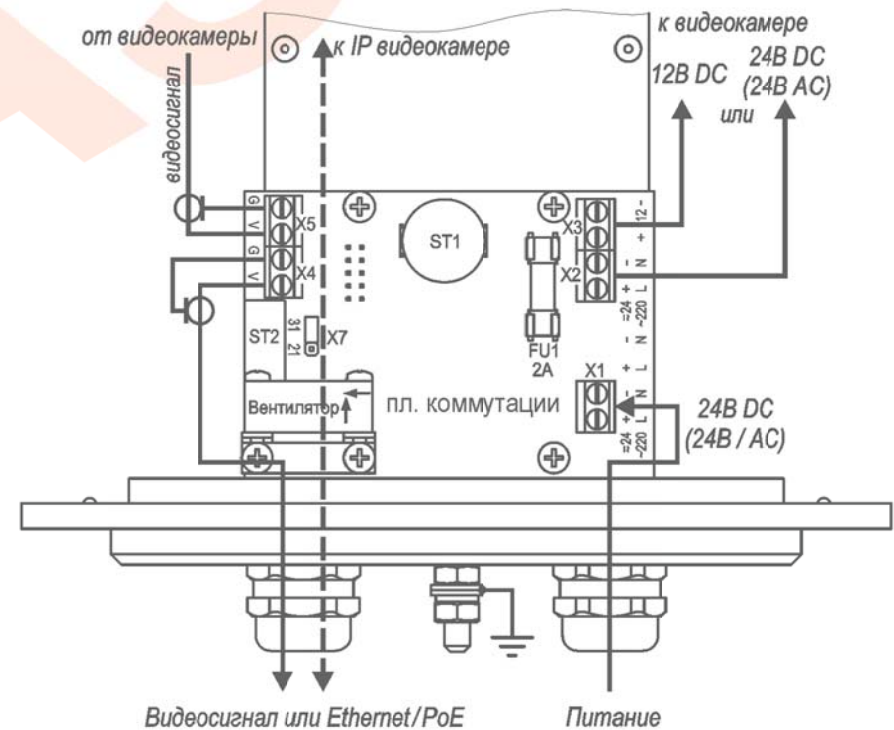

Рис.2 Подключение ТГБ-11-24/12(24); ~24/12(~24)
Предприятием изготовителем джампер X7 установлен в положение «31» - мощность обогрева 46 Вт, для изменения мощности на 36 Вт джампер X7 необходимо переставить в положение «21» (см. рис.2 и 3).
4. Подсоединить видеокамеру к контактам платы коммутации в соответствии со схемой подключения (рис.2 или 3).
5. Ввести через гермовводы внешние кабели (кабель видео или интерфейсный кабель и кабель питания) и подключить их к плате коммутации (рис.2 или 3).